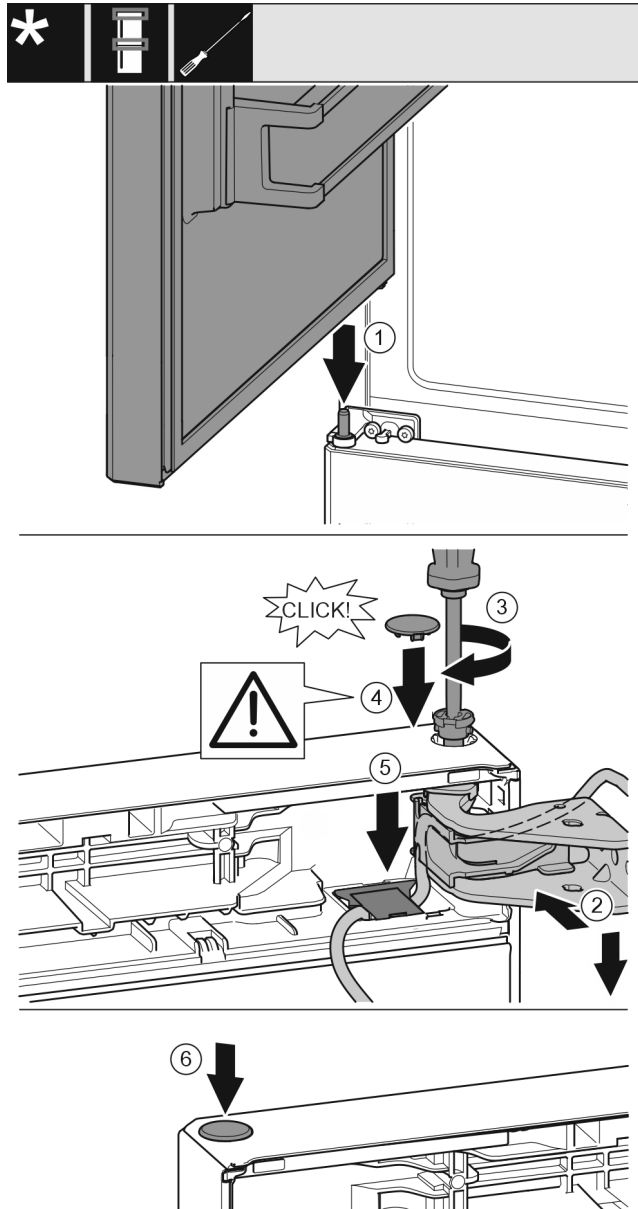

Fig. 42
- Futni derën lart mbi kunjin e kapjes në mes Fig. 42 (1)
- Niveloni derën lart në bazamentin mbështetës për hapjen e saj. Fig. 42 (2)
- Futni bulonat dhe mbërthejini me një kaçavidë T15. Fig. 42 (3)
- Montoni kapakun mbulues të siguresës për sigurimin e derës: Futni kapakun mbulues të siguresës dhe kontrolloni nëse ai puthitet mbi derë. Nëse jo, futeni bulonin plotësisht. Fig. 42 (4)
- Vendosni sërish në vend kapakun mbulues dhe shtypjeni për poshtë derisa të mbërthehet në vend. Fig. 42 (5)
- Vendosni tapat në vend. Fig. 42 (6)